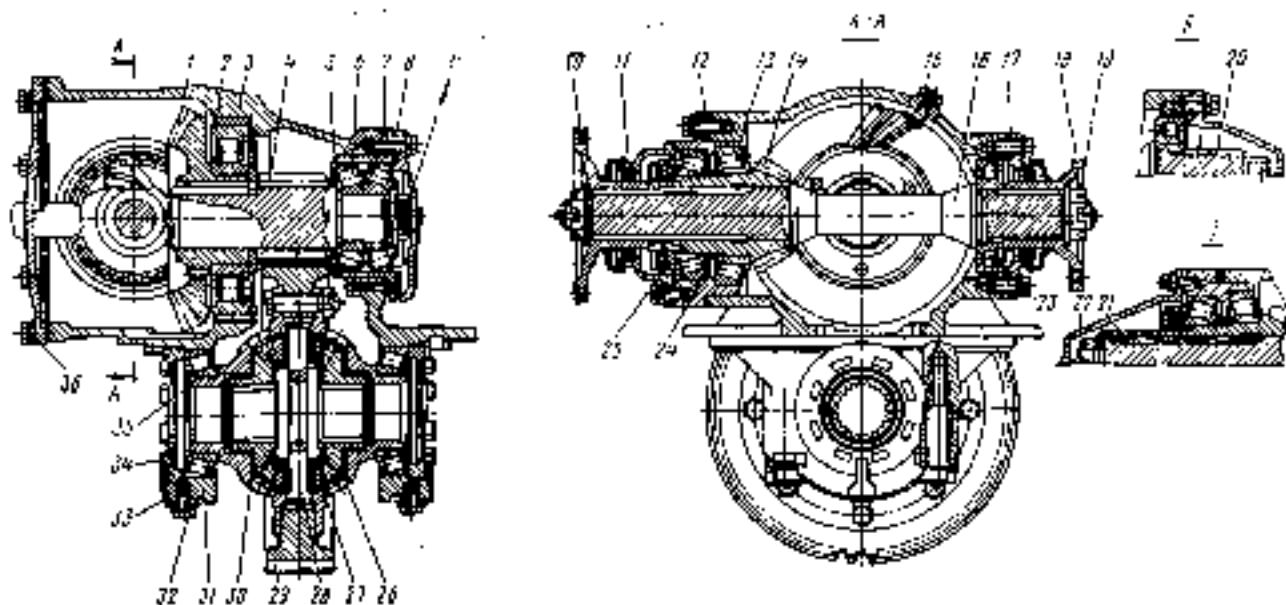

Bild 79. Achsantrieb.
Der doppelte Achsantrieb besteht aus einem spiralverzahnten Kegelradpaar 1, 14 (Bild 79) und einem schrägverzahnten Stirnradpaar 4, 29. Am getriebenen Stirnrad ist das symmetrische Ausgleichsgelenk mit vier Umlaufräderlängen angeschraubt.
Die erforderliche Verminderung der Dicke des Einstellbleches 24 (s. Bild 79) ermitteln, die dem Lagerspiel plus 0,03...0,05 mm Vorspannung gleich ist. Die Mutter lösen, das Lager und Einstellblech
2. Die Vorspannung der Lager der Zwischenwelle einstellen, hierzu die Anzahl der Einstellbleche 8 (s. Bild 79) unter dem Deckel der Hülse 5 ändern. Das zum Drehen der Zwischenwelle erforderliche Drehmoment muß 0,6...1,2 Nm (0,06...0,12 kpm) betragen. Wird die Schnur auf das Stirnrad gewickelt, so muß der Kraftmesser 14...23 N (1,4...2,3 kp) zeigen. Da beim Ausbau der Einstellbleche 8 das Tellerrad darauf verschoben wird, daß das Flankenspiel im Eingriff abnimmt, sollen vorer die Lagerhülse zusätzliche Einstellbleche gelegt werden.